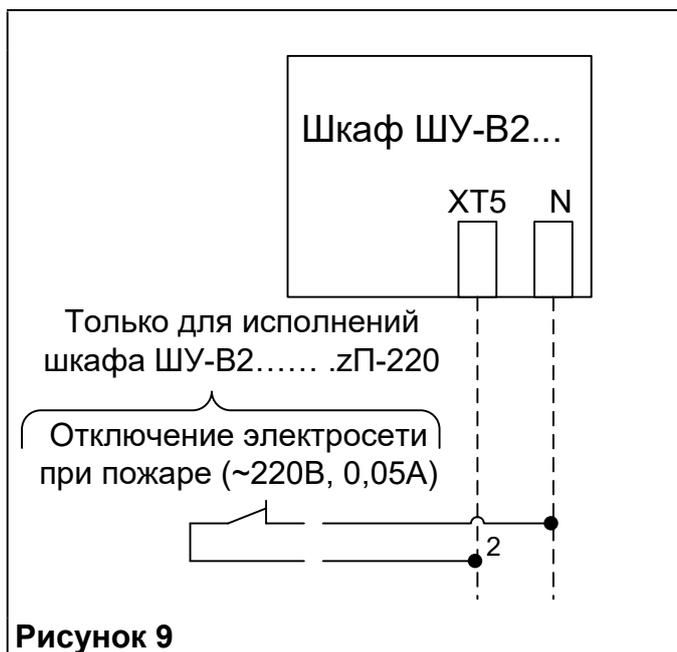

Рисунок 9
2) При использовании метода защиты с отключением электросети (шкафы исполнений ШУ-В2П) при размыкании указанного на Рисунок 9 контакта напряжение питания шкафа отключается, все исполнительные устройства отключаются.